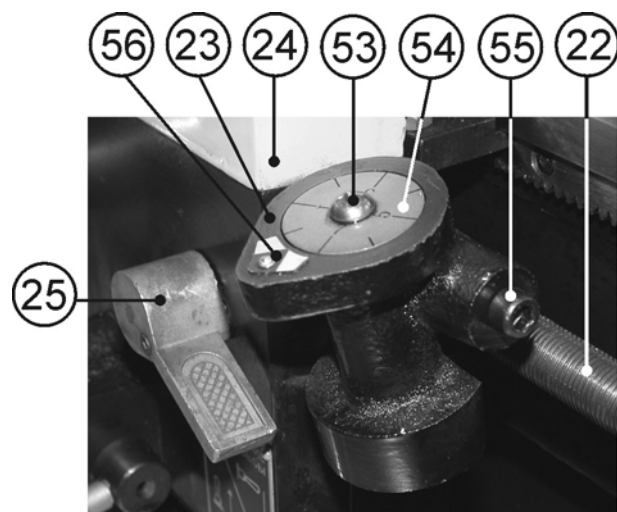

Рис.20
10.7.7. Включите станок (п.10.2). Подведите резец (35) к началу предполагаемой резьбы. Маховиком подачи поперечного суппорта (28) установите глубину резания, не превышая 0,2 мм за один проход (как описано выше в п.10.3). Опустите вниз ручку (25) управления разъемной гайкой ходового винта, Рис.20. Ручкой переключения направления автоматической подачи (1), Рис.18, установите необходимое направление автоматической подачи и начните нарезание резьбы.
Не переключайте ручку (25) управления разъемной гайкой ходового винта при выполнении операции нарезания резьбы до конца изготовления резьбы, Рис.20.
10.8. Индикатор нарезания резьбы (Рис.20)
10.8.6. Маховиком подачи поперечного суппорта (28), Рис. 2, установите глубину резания, не превышая 0,2 мм за один проход. Опустите вниз ручку (25) управления разъемной гайкой ходового винта и начните нарезание резьбы, Рис.20.
10.8.7. По мере приближения резца к концу резьбы отведите резец, используя маховик подачи поперечного суппорта (28), Рис. 15. Поднимите вверх ручку (25) управления разъемной гайкой ходового винта, Рис.20. Вращая маховик ручной подачи каретки (29), Рис.15, отведите каретку назад к началу нарезания резьбы. Наблюдайте за вращающимся диском (54) индикатора (23) нарезания резьбы. По мере совмещения метки (56) на корпусе индикатора (23) нарезания резьбы и ранее выбранного Вами по таблице 5 числа индикаторного диска (54), резко опустите вниз ручку (25) управления разъемной гайкой ходового винта (начните нарезание резьбы). Повторяйте цикл нарезания резьбы до окончательных размеров.